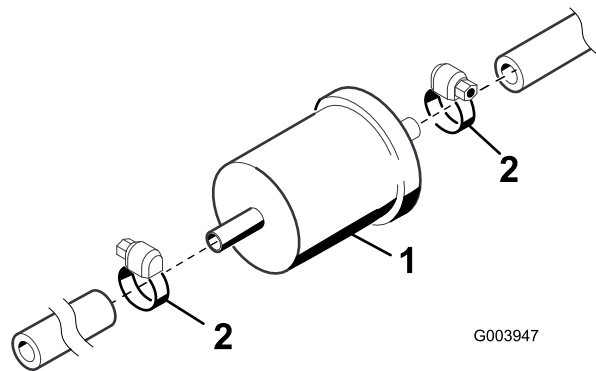

図 64
1. 燃料フィルタは、左側フレーム・レールに沿って、燃料ポンプの前に取り付けられている (図 64)。